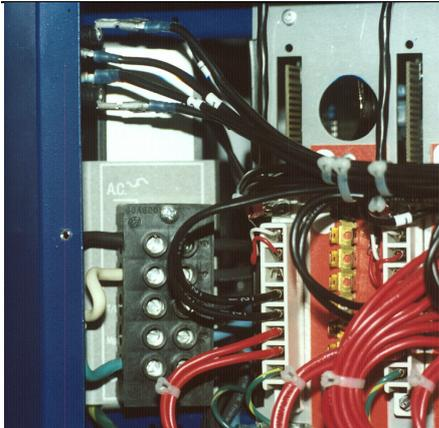

Figure 2 : Bornier d'alimentation
3. Dénuder les câbles sur 13mm et insérez les dans les connecteurs appropriés. (Voir figure 2 ci-dessous). **Note** :Les phases correspondantes ainsi que la terre sont symbolisées sur les connecteurs.